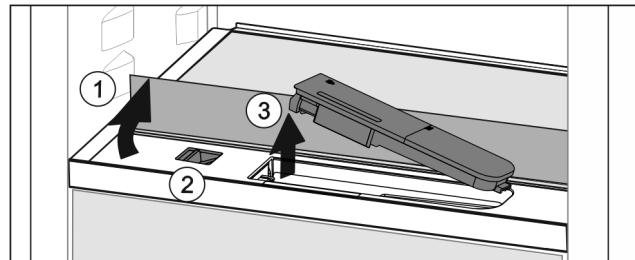

Fig. 120
- Ridicați placa de sticlă și rabatați în spate până la opritor Fig. 120 (1).
- Împingeți zăvorul Fig. 120 (2) spre stânga.
- Scoaterea rezervorului de apă Fig. 120 (3).